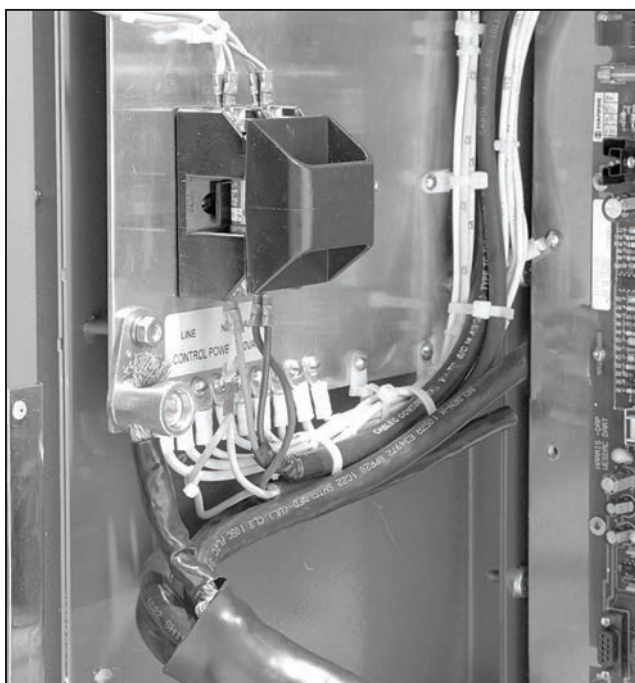

Figura 35. Bloque de fusibles.
PASO 3. Para conectar la línea y el neutro al bloque de fusibles. Ver la etiqueta que está abajo del mismo. Consulte la Figura 35.